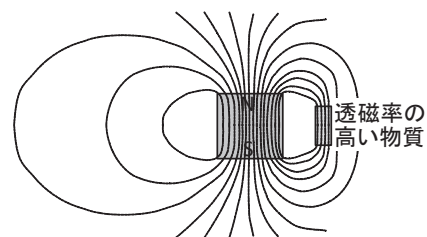

図1
- i) 磁束は磁石のN極から出てS極に到った後に磁石の中を通過してN極に戻ります。磁石の近傍に図1のように透磁率の高い物質がある場合は、その物質中の磁束の密度は高くなります。
問題II 答案用紙に実験器具②の磁石ユニットの断面を示してあります。この磁石ユニットの内部および周囲の磁束の様子を図1に倣って描き、なぜそのようになるかを説明しなさい。